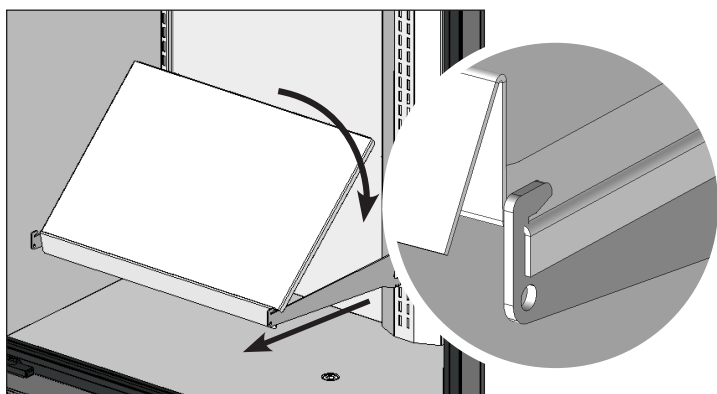

Fig. 5. Positionnez l'étagère tout en soulevant l'arrière de l'étagère. Assurez-vous que les côtés de l'étagère dépassent du support.
2. Soulevez l'arrière de l'étagère. Positionnez l'étagère au-dessus des fixations de support d'étagère. Voir fig. 5.
3. Abaissez délicatement l'arrière de l'étagère et coulissez-la sous la languette de support d'étagère. Voir fig. 5 et 6.